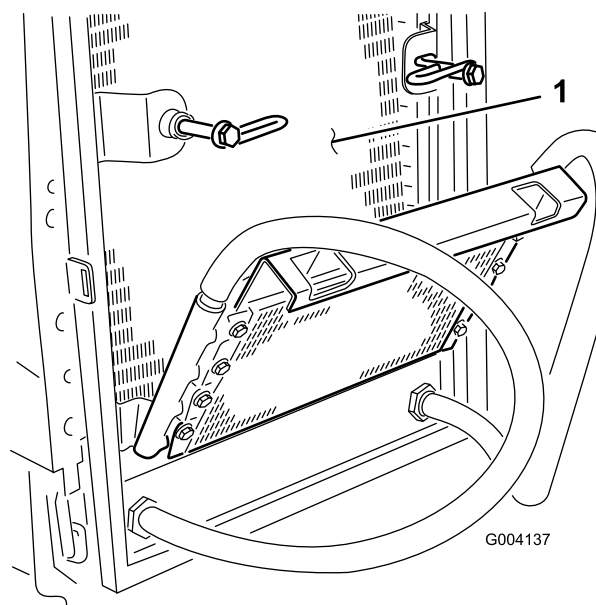

図 68
6. オイルクーラとラジエターの裏表を 図 68 圧縮空気ですていねいに清掃する。